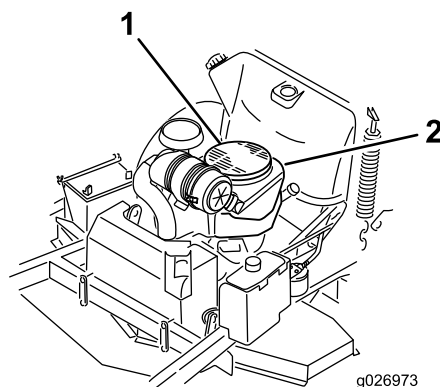

Figure 63
3. Enlevez la grille d'entrée d'air et le carter du ventilateur (Figure 63).
5. Remettez la grille d'entrée d'air, le lanceur et le carter du ventilateur (Figure 63).